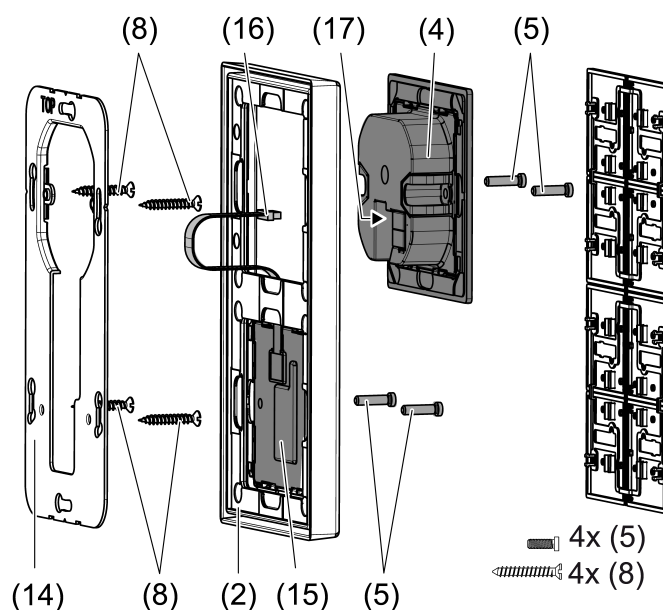

Bild 2: Montage mit Tastsensor-Erweiterungsmodul
Bei Verwendung des Tastsensor-Erweiterungsmoduls (siehe Bild 2): Bevorzugte Montage senkrecht. Großen Tragrings (14) verwenden. Bei Montage auf nur einer UP-Dose die unteren Schrauben in der Wand versenken, z. B. mit Bohrung $\varnothing 6 \times 10$ mm. Tragrings als Schablone verwenden.
- Tragrings (1) bzw. (14) lagerichtig auf eine Gerätedose montieren. Kennzeichnung **TOP** = oben beachten; Kennzeichnung A oder B vorne. Doseschrauben (8) verwenden (siehe Zubehör).
- Rahmen (2) auf Tragrings stecken.
- Tastsensor-Erweiterungsmodul (15) vorzugsweise unterhalb montieren. Anschlussleitung (16) zwischen Tragrings und Zwischensteg führen.
- Tastsensor-Erweiterungsmodul: Anschlussleitung (16) lagerichtig in Steckplatz (17) im Tastsensor-Modul einsetzen. Anschlussleitung nicht quetschen (siehe Bild 2).
- Tastsensor-Modul (4) mit KNX-Anschlussklemme (7) an den KNX anschließen und auf den Tragrings stecken.
- Tastsensor-Modul(e) optional mit Kunststoffschrauben (5) (siehe Zubehör) am Tragrings befestigen. Die Kunststoffschrauben nur leicht anziehen.
- Vor Montage der Tasten (6) die physikalische Adresse in das Gerät programmieren.